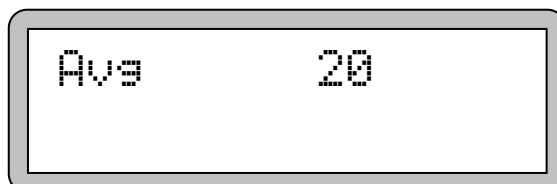

Рис. 7. Установка количества усреднений.
Меню «А» позволяет задать количество усреднений измеряемой величины (рис. 7). Можно задать количество усреднений от 1 до 100. Редактирование значения производится кнопками «DOWN» и «UP». После редактирования можно перейти к следующему параметру, нажав кнопку «MENU», или вернуться в основное меню нажатием кнопки «OK». Одновременно нажатие кнопок «MENU» + «OK» устанавливает значение параметра по умолчанию (1).